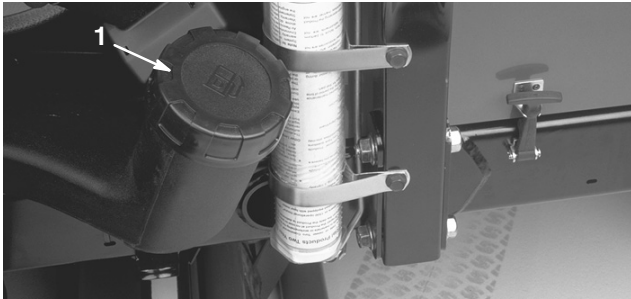

Figure 13
1. Nettoyez la surface autour du bouchon du réservoir de carburant (Fig. 13).